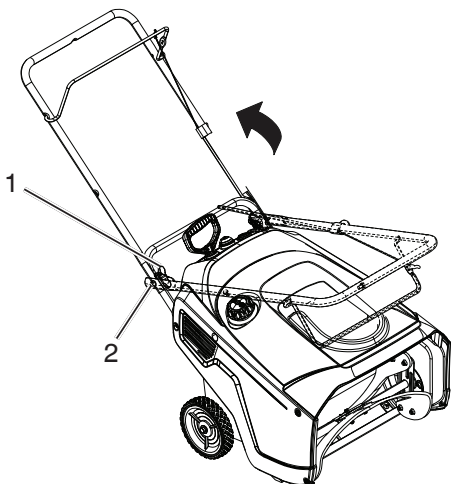

Figure 2
1. Desserrer les deux boutons de la poignée et les retirer jusqu'à ce que vous puissiez déplacer la poignée librement et la tourner en position de fonctionnement (Figure 2).